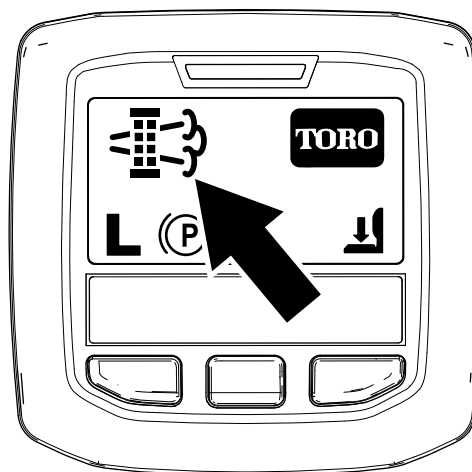

Figura 35
- Cuando el ordenador del motor solicita una regeneración con la máquina aparcada o una regeneración de recuperación, aparece el icono de solicitud de regeneración (Figura 35) en el InfoCenter.